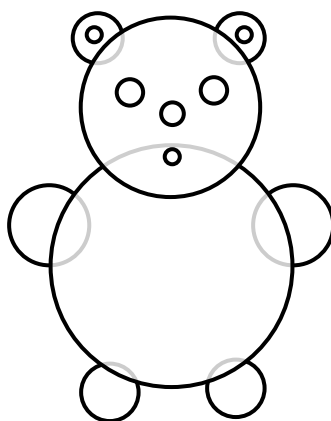

Рис. 1
- 2) У фигурки бабочки должны быть следующие обязательные стилизованные элементы, выполненные с помощью овалов и окружностей: тело, головка, два крыла. Каждое из крыльев образовано пересечением не менее чем 3-х овалов произвольных размеров (в общем случае, неодинаковых), оси которых наклонены под разными углами к вертикальной линии. Внешний контур крыльев бабочки получается по внешним краевым линиям геометрической комбинации овалов. (Для аналогии понимания составления сложной фигуры из нескольких простых геометрических фигур дан пример составления фигуры медвежонка из окружностей (Рис. 1).